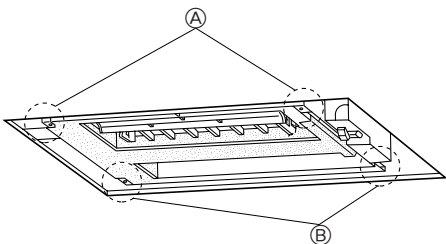

Fig. 5-2
5.2. Vérification avant la mise en place (Fig. 5-2, 3)